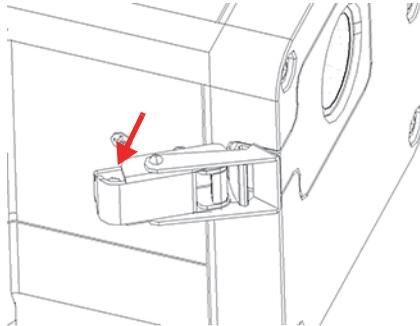

Figure 4-2 Bouton d'ouverture soulevé
3. Soulevez le bouton d'ouverture vers l'arrière pour relâcher la tension sur la plaque frontale (Figure 4-2 à la page 64).